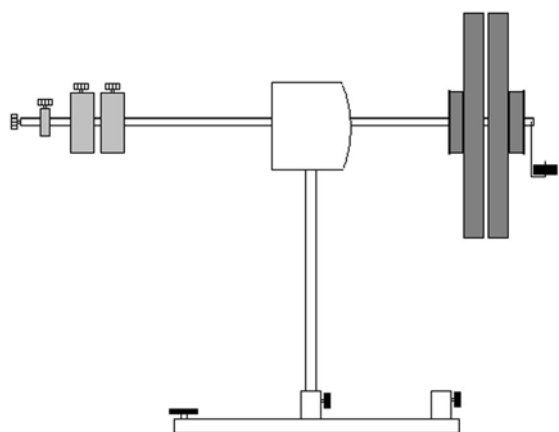

Fig. 4: Aufhebung der Kreiselphänomene
- Die zweite Kreisscheibe und das Kompensationsgewicht gemäß Fig.4 auf die Achse schieben. Kreisscheibe mit dem Sprengring sichern.